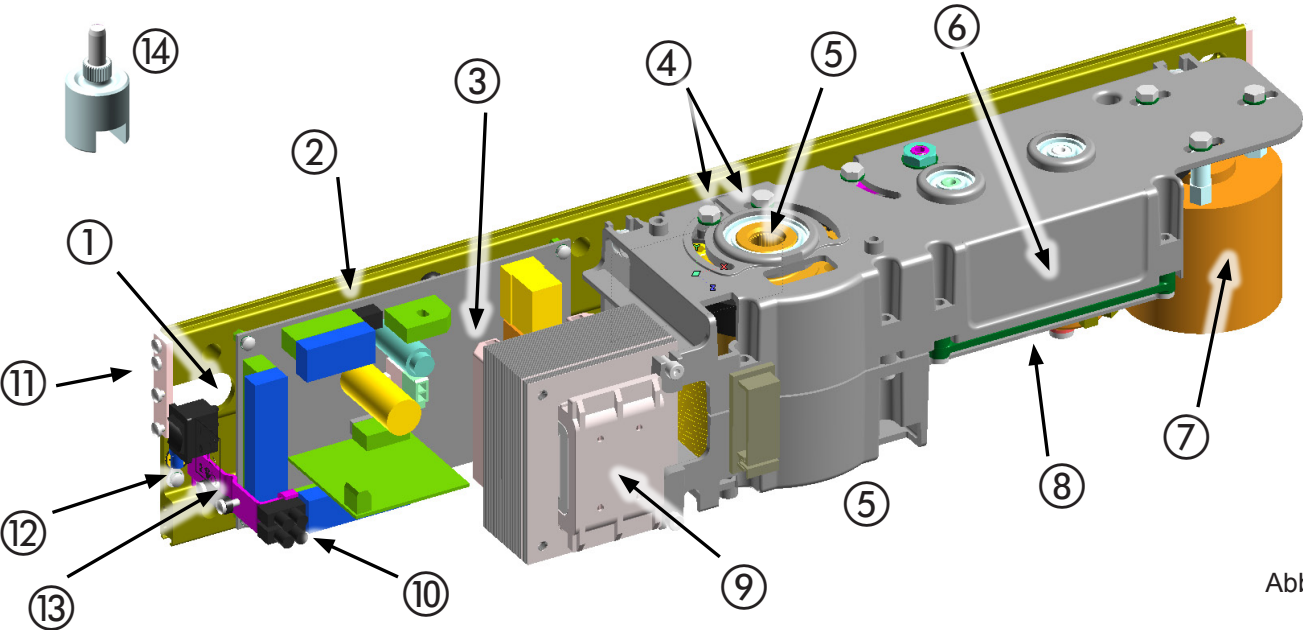

Abb.1
2) Die Bügel zur Befestigung des Gehäuses (Abb. 1, Bez. ⑪) montieren und die Befestigungsschrauben festziehen. Die Schrauben zur Befestigung des Gehäuses einsetzen, aber nicht vollständig festziehen.